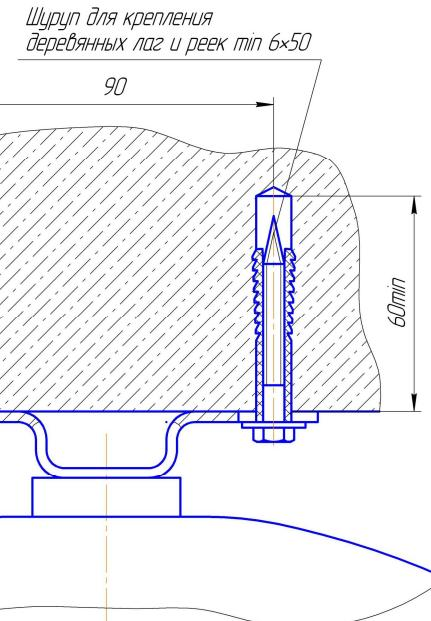

Рис.3.
6.2.1 МПП крепить к потолочному перекрытию (Рис.3) дюбелями диаметром 10 мм, саморезами или шурупами минимум 6*50 мм. При этом крепление МПП к потолочному перекрытию должно выдерживать статическую нагрузку не менее 100 кг. в течение 5 минут.